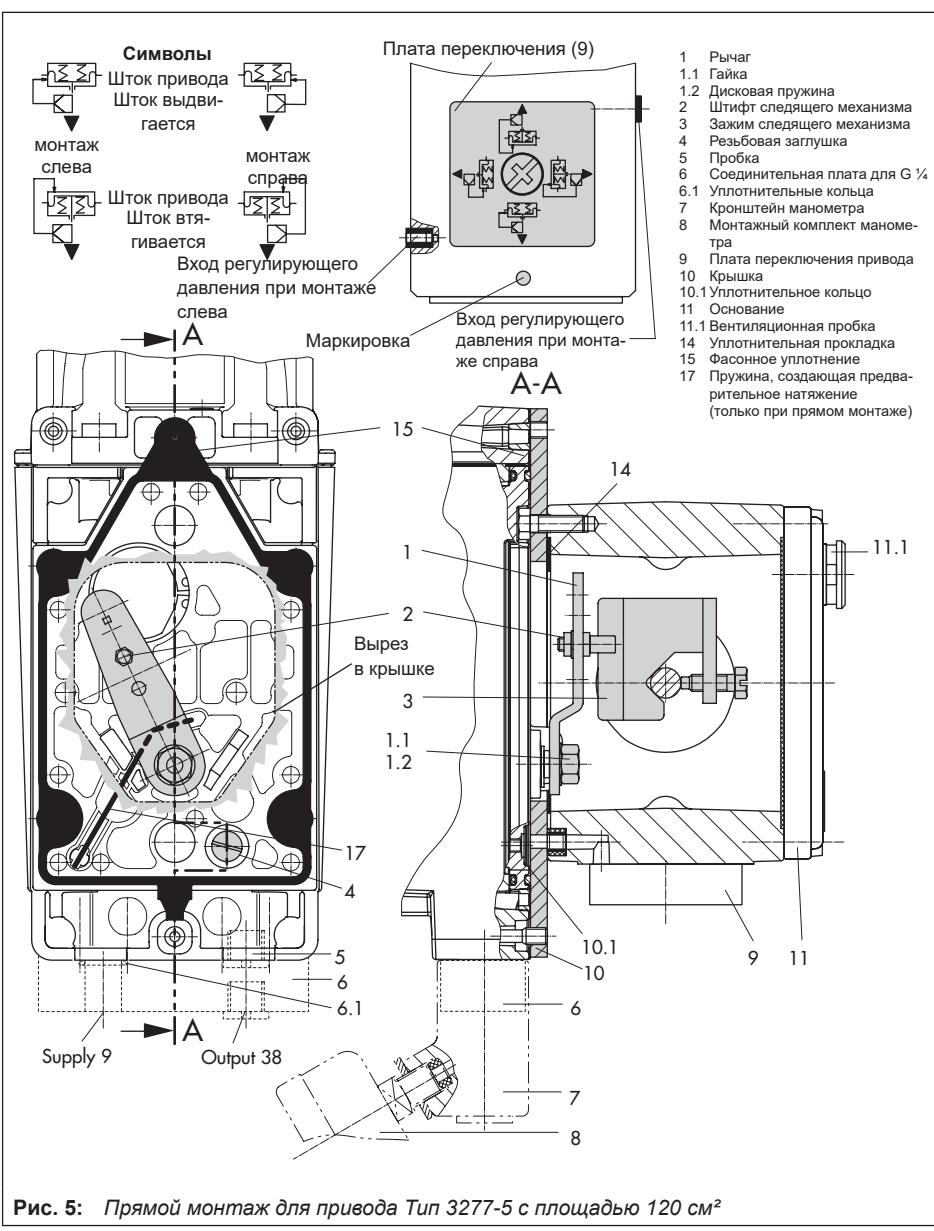

Рис. 5: Прямой монтаж для привода Тип 3277-5 с площадью 120 см2
1. Определите графический символ в соответствии с требуемым положением безопасности и монтажными условиями согласно разделу "Символы" Рис. 5:
2. Совместите плату переключения (9) с соответствующим графическим символом на маркировке и установите ее на раму привода.
3. При необходимости установите кронштейн манометра (7) с манометрами или при необходимости соединительной резьбе G 1/4 установите соединительную плату (6), соблюдая правильное положение обоих уплотнительных колец (6.1).
4. Извлеките заглушку (4) с обратной стороны позиционера и закройте выход регулирующего давления "Output 38" на позиционере (или на держателе манометра (7),, или на соединительной плате (6)) с пробкой (5) из набора комплектующих деталей.
5. Установите зажим следящего механизма (3) на шток привода, выровняйте и зафиксируйте таким образом, чтобы крепёжный болт находился в пазе штока привода.
6. Зафиксируйте крышку (10) таким образом, чтобы узкая сторона выреза (Рис. 5 слева) была направлена к штуцеру управляющего сигнала, а наклеенная уплотнительная прокладка (14) указывала в сторону рамы привода.